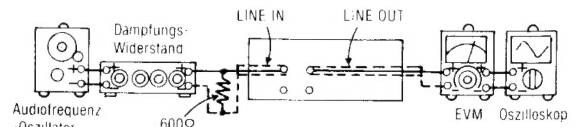

Abb. 6
1. Der Testaufbau ist in Abb. 6 gezeigt.
6. Falls sie nicht dem Standard-Wert entspricht, ist der Drehwiderstand 3 (linker Kanal) (Drehwiderstand 4 (rechter Kanal)) zu justieren, und dann sind die Schritte (2), (3) und (4) zu wiederholen, bis die Ausgangsleistung dem Standard-Wert entspricht.